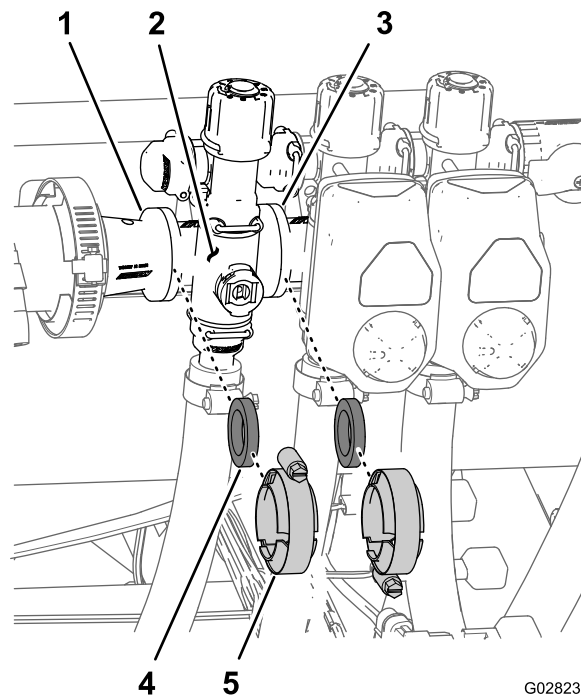

图 119
1. 拆下将喷洒臂段阀歧管图 119 固定至相邻喷洒臂段阀如左喷洒臂段阀和异径管连接头的夹具和垫片。